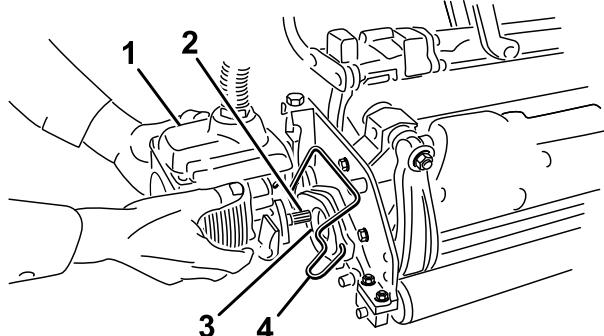

図 15
11. カッティングユニット用モータのスライン・シャフトにきれいなグリスを塗りつける（図 15）。
12. モータを、カッティングユニットの左側（運転席から見て）に取り付け、カッティングユニットについているモータ固定バーを、モータの上から被せるようにセットし、モータの左右から「カチッ」というロック音が聞こえるまで押し下げる（図 15）。